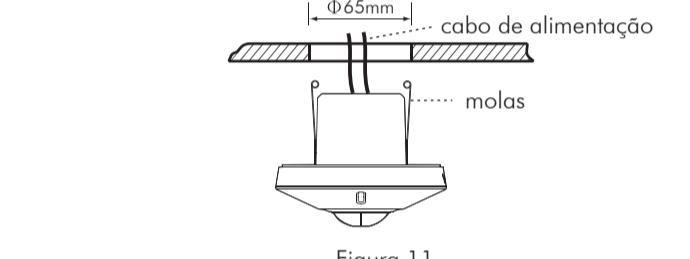

Figura 11
3.4.2.4 Feche as duas molas e insira o detector no orifício perfurado no teto (veja a figura 11).